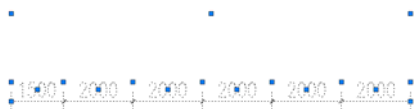

图 8-33 打开素材
① 按 Ctrl+O 组合键，打开配套光盘提供的“第 8 章/ 8.3.13 尺寸打断.dwg”素材文件，结果如图 8-33 所示。
② 单击“尺寸标注”→“尺寸打断”命令，命令行提示如下：